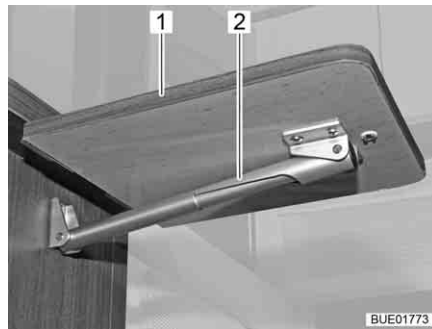

Bild 130 Klappbord till köksbänk, utfällt
- Lossa klappbordet till köksbänk (Bild 130,1) från magnethållaren med ett lätt drag.
- Fäll upp bordsskivan tills teleskopfästets (Bild 130,2) fixering aktiveras.